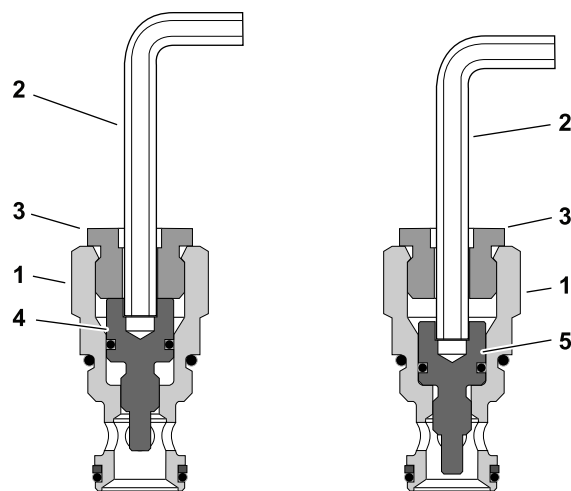

Figura 66
3. Impostate i pistoni in posizione di bypass inserendo una chiave esagonale (6 mm) attraverso il gruppo del tappo e ruotando il pistone completamente in senso orario; fate riferimento alla Figura 66. Ripetete questo passaggio per ciascun gruppo del tappo (4 in totale).